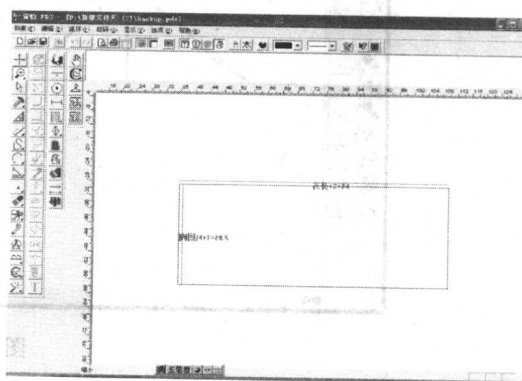

图 1-1-2
3. 绘制矩形水平线段为衣长 + 2，垂直线段为胸围/4 + 1，标注以红色显示，完成结果如图 1-1-2 所示。